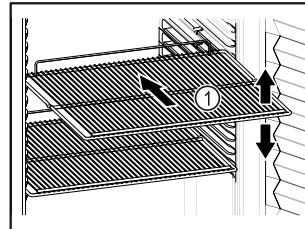

Fig. 59 Representación a modo de ejemplo
- Si los estantes de rejilla Fig. 59 (1) se pueden colocar en distintas posiciones, ajustarlos en altura.